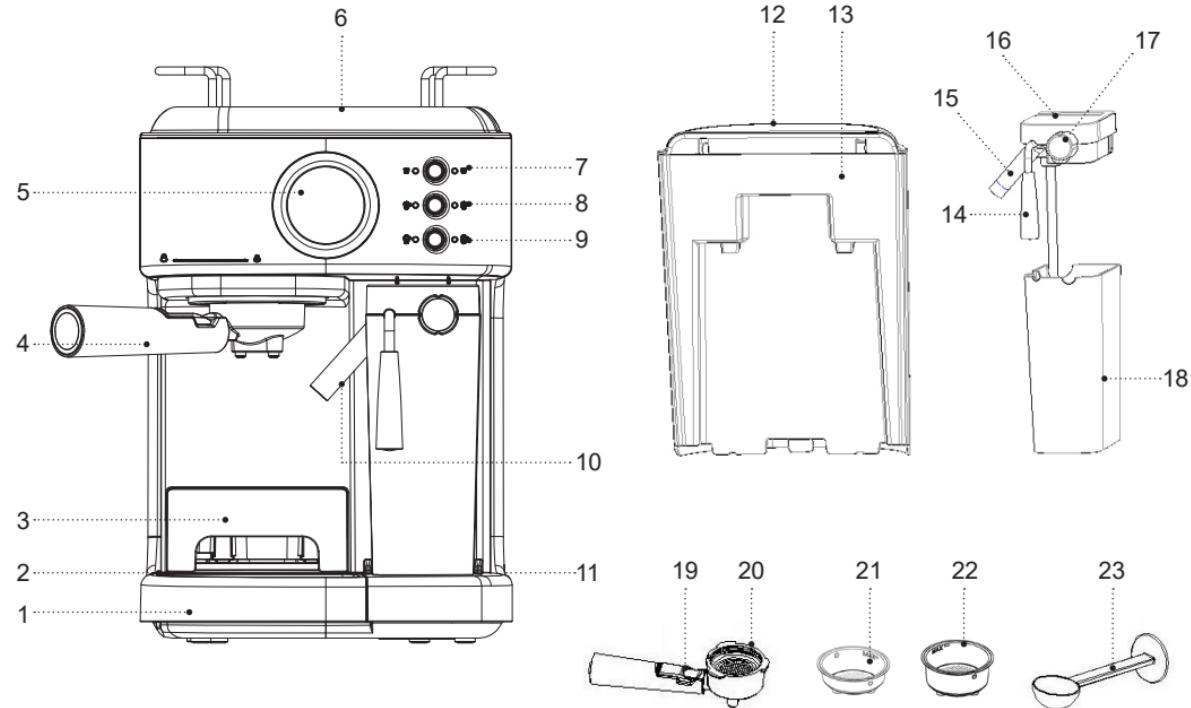
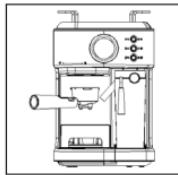

Рис. 1
Рис. 2
**Внимание!** Перед первым приготовлением кофе рекомендуется промыть бойлер, крышку капучинатора (16) и ёмкость для молока (18).
- Убедитесь, что съёмный поддон (1), решётка поддона (2) установлены на место.
- Снимите крышку (12), снимите ёмкость для воды (13).
- Наполните ёмкость (13) холодной водой до отметки максимального уровня, установите ёмкость (13) на место.
**Примечание:** ёмкость (13) предназначена только для воды, запрещается наполнять ёмкость (13) любыми другими жидкостями, например, молоком.
- Возьмитесь за ёмкость (18), потяните её по направлению к себе и снимите с ёмкости (18) крышку капучинатора (16) (рис. 1). Наполните ёмкость (18) водой, до отметки максимального уровня.
**Примечание:** ёмкость капучинатора (18) предназначена только для молока, запрещается наполнять ёмкость (16) любым и другими жидкостями, использование воды допустимо только в режиме промывки капучинатора.
- Установите крышку капучинатора (16) на ёмкость (18), установите капучинатор на место установки до срабатывания фиксатора.
**Примечание:** после установки ёмкости (18) с крышкой (16) всегда проверяйте правильность установки и надёжность фиксации капучинатора.
- Вставьте один из фильтров для кофе (21 или 22) в держатель фильтра (20), совместив выступ на фильтре (21 или 22) с прорезью в держателе фильтра (20) и поверните фильтр (21 или 22) по/против часовой стрелки. Во время подготовки кофеварки к работе не засыпайте молотый кофе в фильтр (21 или 22).
- Установите держатель фильтра (20) в место установки «□» и поверните ручку (4) вправо до упора «█» (рис. 2, 3, 4).
- На решётку (2) установите подходящую по высоте и объёму чашку, не менее 300 мл.
- Ручкой регулировки угла наклона трубы капучинатора (14) направьте трубку капучинатора (15) в установленную чашку.